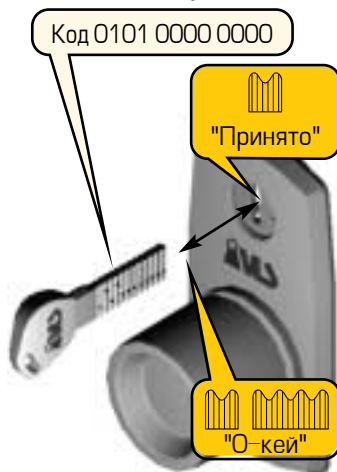

Рисунок 31 –
2. Для программирования количества попыток отпереть замок равном четырем наберите на ключе код числа попыток 0101 0000 0000 (рис.31).